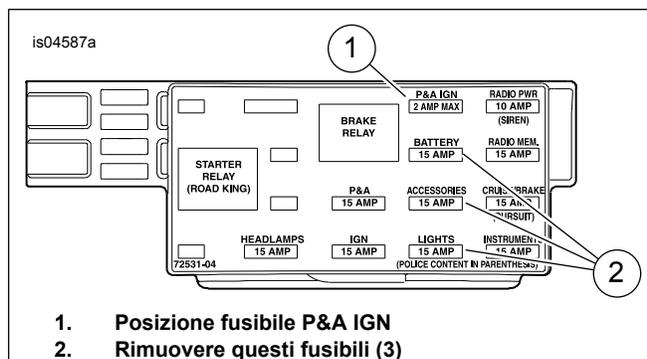

Figura 13. Cavità del fusibile P&A IGN (modelli Touring dal 2004 al 2007)
3. **Modelli 2004-2007:** Vedere la figura 13. Individuare la cavità del fusibile contrassegnata con "P&A IGN", "2 A MAX" (1). Estrarre i tre fusibili (2) attualmente installati in questa fila, prendendo nota della loro posizione.